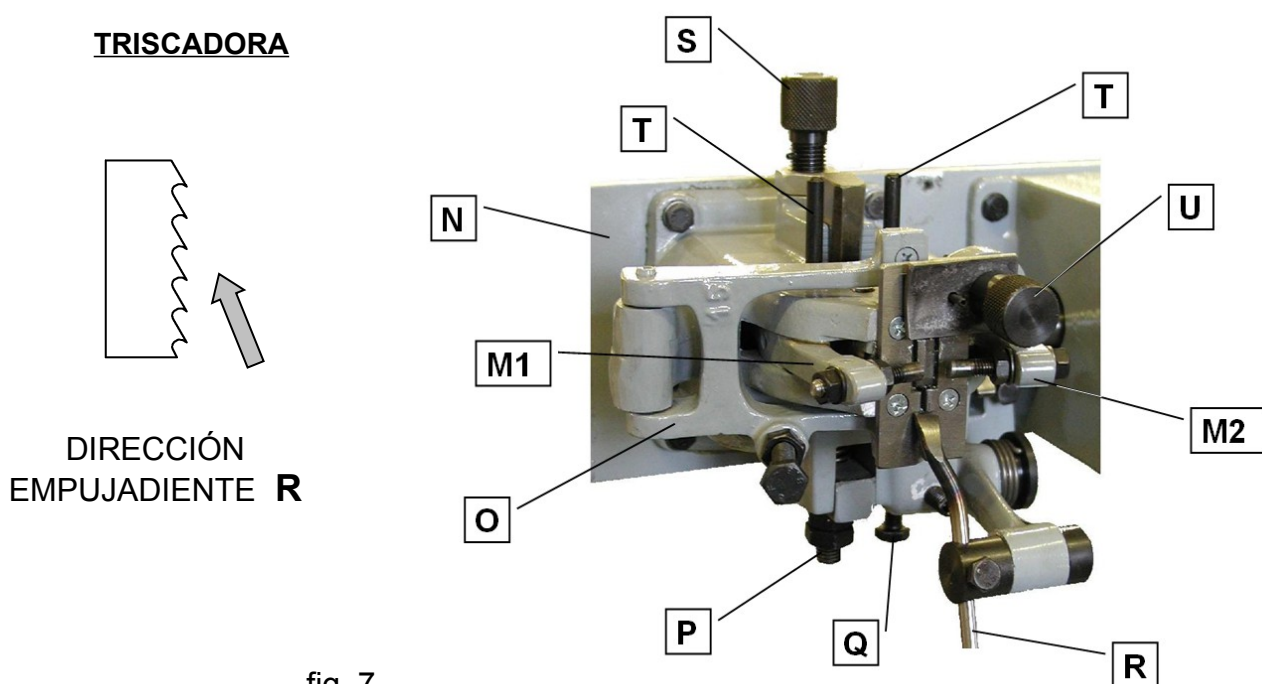

fig. 7
- Abrir el presionador de hoja **U** (fig. 7, p. 10). Girar el volante **I** de manera que los martillos **M1** and **M2** estén en posición de máxima abertura (véase fig. debajo).
- Abrir las quijadas de la morsa , oprimiendo con los dedos, el uno hacia el otro, los dos cilindros **T** (fig. 7, p. 10) de la triscadora.
- Ajustar la posición del soporte deslizamiento hoja (tornillo de soporte **O**, fig. 7, p. 10), de manera que de las quijadas de la morsa salgan sólo la parte del diente que se desea triscar. Cerrar la placa **U** (fig. 7, p. 10) encima del dentado de la hoja, observando que la clavija de orientación entre en el orificio correspondiente. La placa, al oprimir la hoja contra el soporte, asegurará la presión de triscado, permitiendo que
- Colocar correctamente el empujadiente **R** (fig. 7, p. 10). El empujadiente tiene que empujar sólo un diente a la vez.
- Ajustese el avance de la hoja (tornillo de ajuste **Q**, fig. 7, page 10) según el paso del dentado y el tipo de triscado a efectuar. Al avanzar, las puntas de los dientes deben alcanzar la posición medianera de la trayectoria de los martillos.
- Ajustar la cantidad de triscado mediante el tornillo **S** (fig. 7, p. 10) variando la carrera de los dos martillos (derecho y izquierdo) que se mueven de manera alternada pero simétrica y se desplazan de mismo modo. Controlar que el triscado se efectúe con arreglo a las necesidades del trabajo: se puede corregir el largo de los martillos **M1** and **M2** mediante la tuerca de ajuste (fig. 7, p. 10).
- Controlar la puesta a punto de la triscadora imprimiendo a mano un movimiento rotatorio al volante I (fig. 7, p. 10). En el caso de un resultado que no es satisfactorio, repetir las operaciones variando los valores.